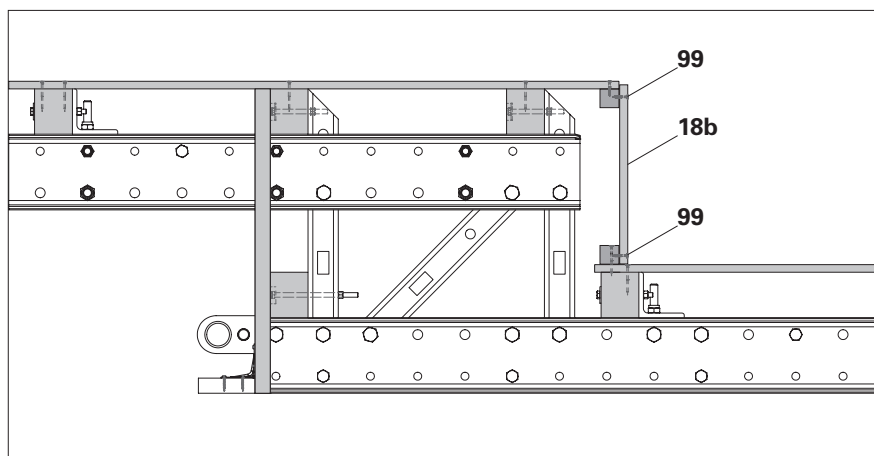

Fig. C3.06a
5. Preforare il foglio di copertura (**18b**) e fissarlo sui travetti (**87+87a**) con le viti 6x60 (**99**). (Fig. C3.06a)